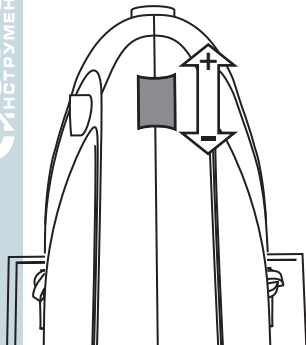

Рисунок 4. Регулировка скорости
1. Регулятор скорости (рис. 4). Лобзик электрический оснащён регулятором скорости, который позволяет пользователю устанавливать и изменять скорость хода пилки. Большая цифра на регуляторе соответствует большей скорости.